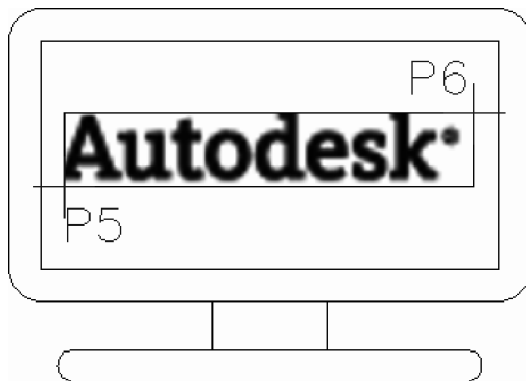

Fig. 2.14 Inserarea imaginii în cadrul desenului
12. În fereastra **Image**, se verifică selectarea opțiunii *Specify on-screen* pentru punctul de inserare și scara imaginii. Se acționează butonul **OK** al ferestrei. Se indică, pe ecran, prin clic cu butonul stâng al mouse-ului, două puncte, P5 și P6, care definesc zona de afișare a imaginii – Fig. 2.14.